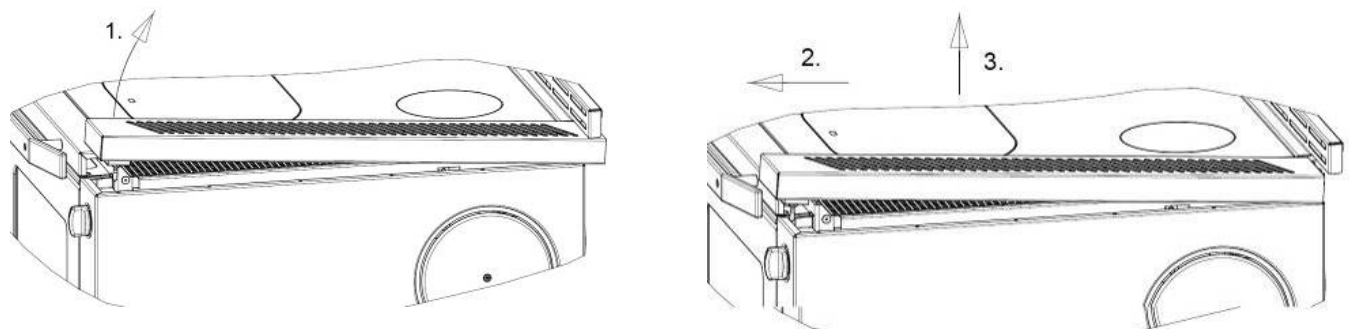

Figura 5
1. Sollevare il pezzo frontale (figura 5)